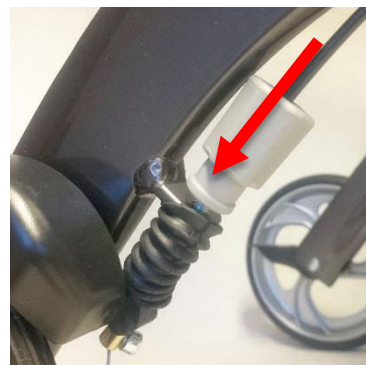
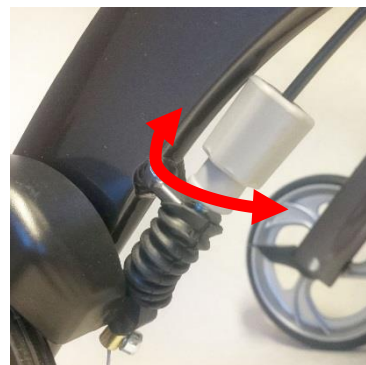

Abbildung 1
Abbildung 2
1. Drehknopf nach unten drücken um den Verdrehschutz zu überbrücken (Abb.1)
2. Bowdenzug Nachspannen durch drehen gegen den Uhrzeigersinn oder lockern durch drehen im Uhrzeigersinn. (Abb. 2)
Um ihn benutzen zu können, lösen Sie zunächst den roten Halteriegel (Abbildung 1). Anschließend falten Sie ihn auseinander, indem Sie den Sitz an den Außenseiten herunterdrücken (Abbildung 2). An der Unterseite des Rollators befindet sich eine Verriegelung, um ihn gegen unbeabsichtigtes Zusammenklappen zu sichern. Wenn Sie beim Auseinanderfallen ein deutliches Einschnappen hören, ist die Verriegelung ordentlich eingerastet. Zum Zusammenfallen ziehen Sie den Sitz am Griff hoch (Abbildung 3) und verriegeln ihm mit dem roten Halteriegel (Abbildung 4).